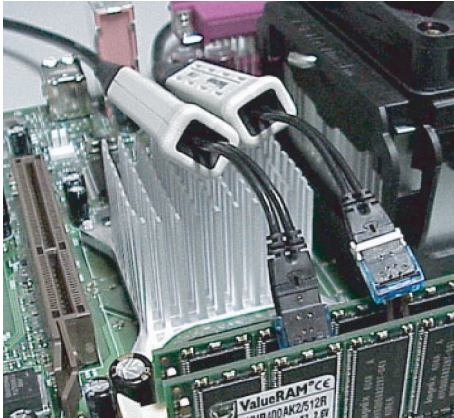

图 20：带有 Tip-Clip 组件的电路板
- 将一个或多个探头连接到 Tip-Clip 组件，探测关键的测量节点。请参阅图 20。